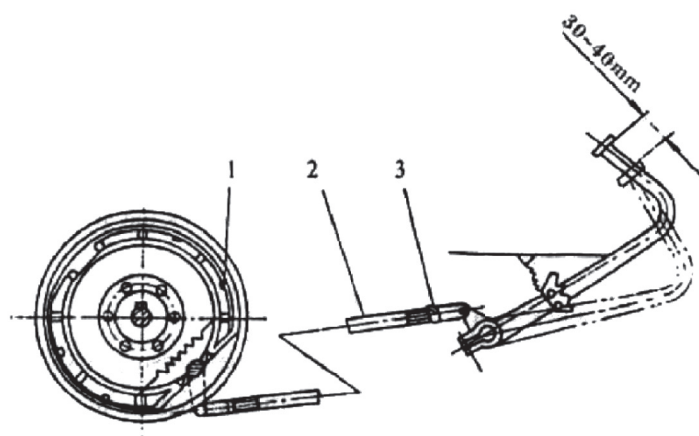

Рис. 3.17. Регулировка тормозов.
При вращении тормозного кулака 13, кулак давит на тормозную колодку (убирается зазор между ступицей тормоза и тормозной колодкой). Создаваемый момент трения, снижает скорость ступицы тормоза и трактор останавливается. Вал тормозного кулака соединен с треугольным шлицом, тормозной тягой, педалью тормоза (рис. 3.17.). Все это образует структуру соединений с определенным передаточным числом. Выжатые педали, рычаги и тормозная тяга приводят в движение вал тормозного кулака и прижимают тормозные колодки. Это трансформирует выжимную мощность в положительное давление тормозных колодок и ступицы тормоза, затем создается тормозная сила трения. Когда вы отпускаете педали, педали и тормозные колодки возвращаются в исходное положение при помощи возвратных пружин, зазор между тормозными колодками и ступицей тормозов увеличивается, действие тормозов ослабевает.
1. Отрегулируйте длину двух тормозных тяг (рис. 3.17.), чтобы изменить свободный ход педали и обеспечить одновременное торможение двух сторон. Уменьшение длины тормозных тяг уменьшит свободный ход и наоборот. Для регулировки необходимо ослабить стопорные гайки 3 и затянуть гайки после регулировки.